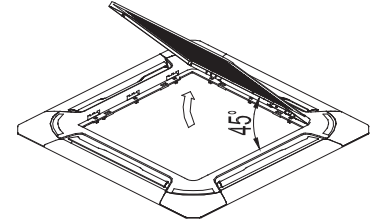

Fig.21
2. Soulevez la grille jusqu'à former un angle d'environ 45°, puis retirez-la. (fig.21)